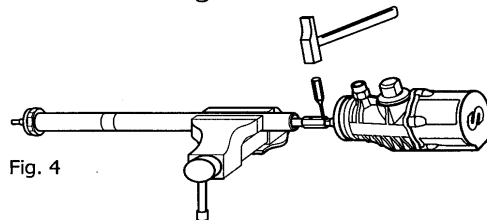

Fig. 4
6. Remove the pin (38) located in the upper part of the union nut (37) (fig. 4) and unscrew the air motor body (15) from the suction tube assembly.
6. Extraer el pasador (38) situado en la parte superior de la tuerca de conexión (37) (Fig. 4) y desenroscar el cuerpo (15) del tubo de aspiración (47).
5. Sortir la goupille (38) située au niveau de la partie supérieure de l'écrou prolongateur (37) (voir fig.4) et séparer le corps (15) du tube d'aspiration (47).